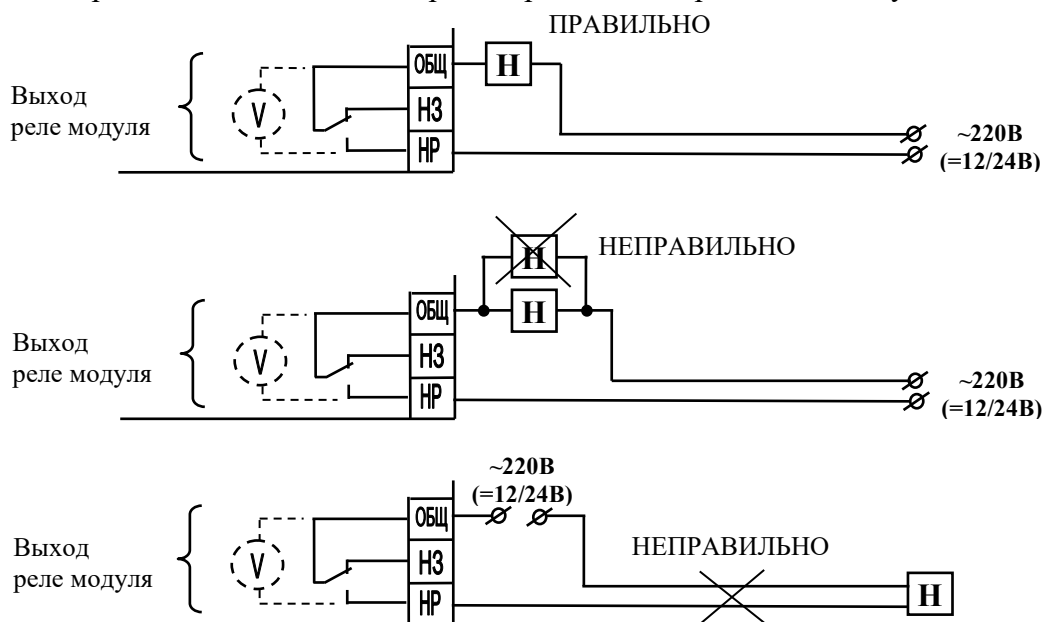

Рис.4. Особенности схемы подключения нагрузки к ELEKOR-U ver.2.
2.1.1. На рис. 4 показаны наиболее часто встречающиеся ошибки подключения нагрузки к контактам модуля. На рисунке представлен также принцип контроля цепи управления, который условно может быть представлен как вольтметр, измеряющий напряжение между клеммами ОБЩ и НР.
Как демонстрирует рис.4, модуль обеспечивает контроль исправности цепи только одной подключенной нагрузки – обрыв цепи второй нагрузки обнаружен не будет.
При этом для эффективного контроля исправности нагрузки и цепи управления рекомендуется устанавливать модуль вблизи нагрузки. При работе с удаленной нагрузкой, как показано на рис.4, короткое замыкание в проводах, питающих нагрузку, обнаружено не будет.